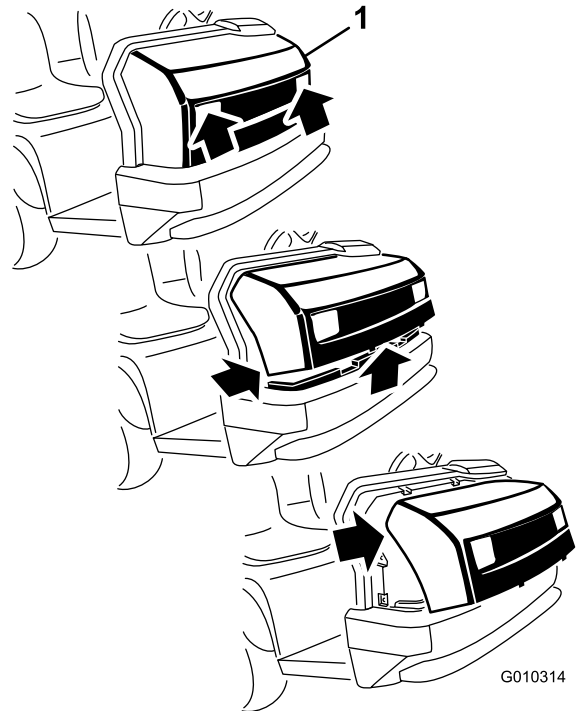

Figura 6
1. Sujete el capó por los orificios de los faros y levántelo para poder liberar las pestañas de montaje inferiores de las ranuras del parachoques (Figura 6).
2. Gire hacia arriba la parte inferior del capó hasta que pueda retirar las pestañas de montaje superiores de las ranuras del bastidor (Figura 6).
3. Gire hacia adelante la parte superior del capó y desenchufe los conectores de los cables de los faros (Figura 6).